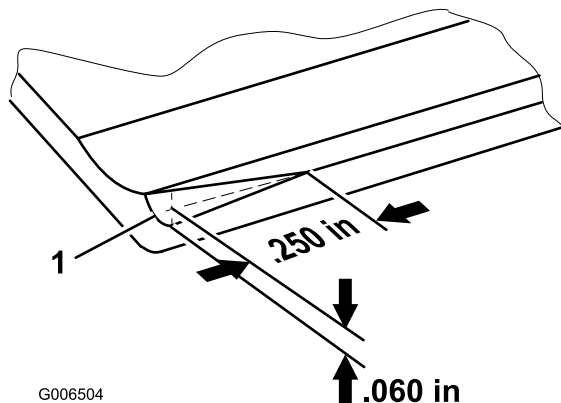

图23
**注意：** 经过一段时间，槽（图23）将需要重新打磨，因为它的设计寿命仅为底刀寿命的 40%。